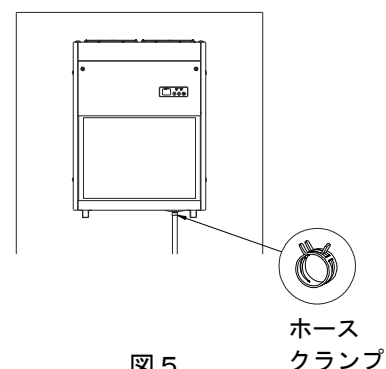

図5
- 注)・排水ホースはドレンパイプに付属のホースクランプにて抜けないよう確実に固定してください。(図5)